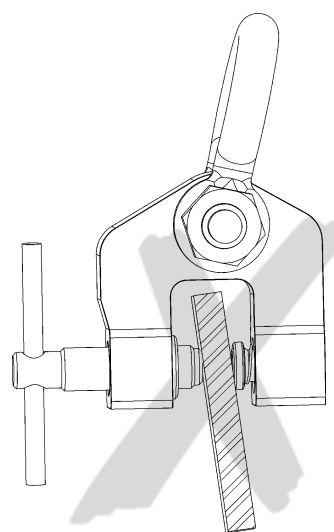

Fig. 4
- El dispositivo de elevación no se debe aplicar a la carga en una posición sesgada (Fig. 4)